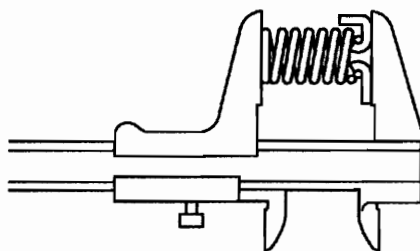
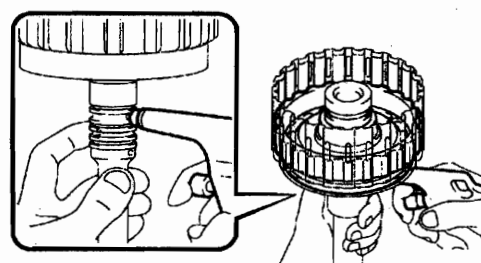
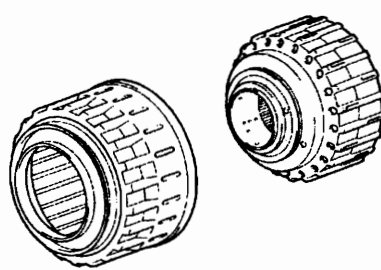

图 12-1-133
图 12-1-134
图 12-1-140
(15) 检查前进挡离合器回位弹簧分总成。如图 12-1-133 所示, 用游标卡尺测量弹簧 (带弹簧座) 的自由长度, 标准自由长度为 26.74mm。
(16) 拆下前进挡离合器活塞。
①如图 12-1-134 所示, 用手握住前进挡离合器活塞, 向输入轴内吹入 392kPa 的压缩空气, 取下前进挡离合器活塞。
(22) 检查倒挡离合器回位弹簧分总成。如图 12-1-133 所示, 用游标卡尺测量弹簧 (带弹簧座) 的自由长度, 标准自由长度为 21.04mm。
(23) 拆下倒挡离合器活塞分总成。
①如图 12-1-140 所示, 从离合器鼓分总成上拆下倒挡离合器活塞。
(25) 检查直接挡离合器回位弹簧分总成。如图 12-1-133 所示, 用游标卡尺测量弹簧 (带弹簧座) 的自由长度, 标准自由长度为 19.51mm。